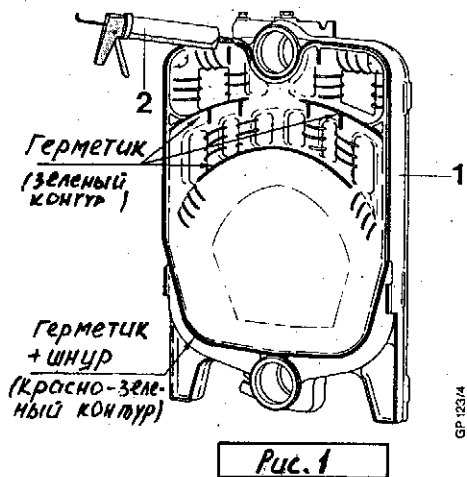
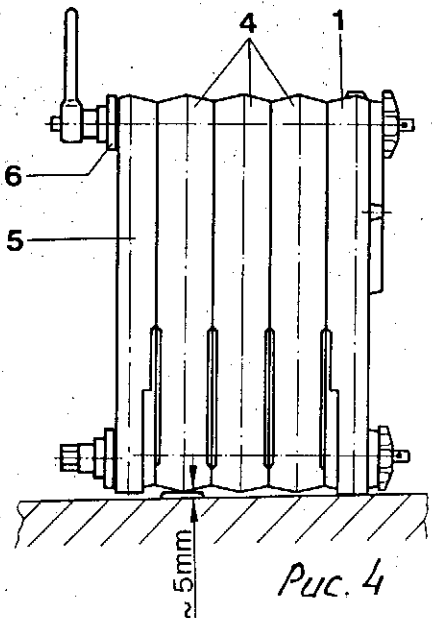

Рис. 1
Рис. 4
Ручной инструмент для прессования соединений можно использовать для прессования котельного блока только так, как показано на рис. 1...6! На повреждения, возникшие из-за использования инструмента не в соответствии с инструкцией, гарантийные обязательства фирмы не распространяются. Схема сборки инструмента для прессования показана на рис. 6.
- Герметик наносить специальным шприцем с картушем на места, указанные на рис.1 (Герметик входит в комплект поставки).
- На посадочные отверстия задней секции(1) и средней секции(4) и ниппеля нанести свинцовый сурик. (Сурик входит в комплект поставки).
- Установить ниппель в нижнее посадочное отверстие, чтобы при насаживании средней секции(4) была возможность корректировки.
- Для прессования задней(1) и средних(4) секций можно использовать только звездчатый фланец(3).
- Для монтажа следующей секции под предыдущую подложить прокладку толщиной около 5 мм. (Рис.4)
- Заднюю(1), средние(4) и переднюю(5) секции по одной напрессовывать, равномерно и одновременно затягивая соединения сверху и снизу только при помощи ручного инструмента для прессования.
- Для прессования передней секции(5) на среднюю секцию(4) можно использовать только звездчатый фланец(6) Ø120, изображённый на рис.4 и 5.